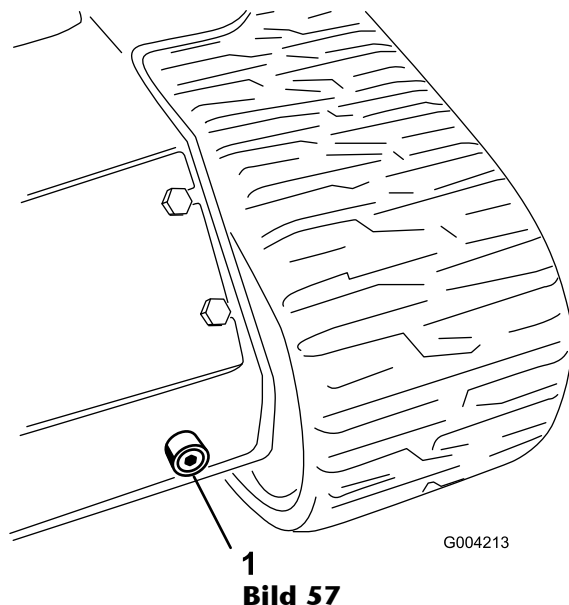

Bild 57
6. Stellen Sie eine große Auffangwanne (Kapazität von 56,8 l) unter die Ablassschraube vorne an der Zugmaschine (Bild 57).
7. Entfernen Sie die Ablassschraube und lassen das Öl in die Auffangwanne abfließen (Bild 57).